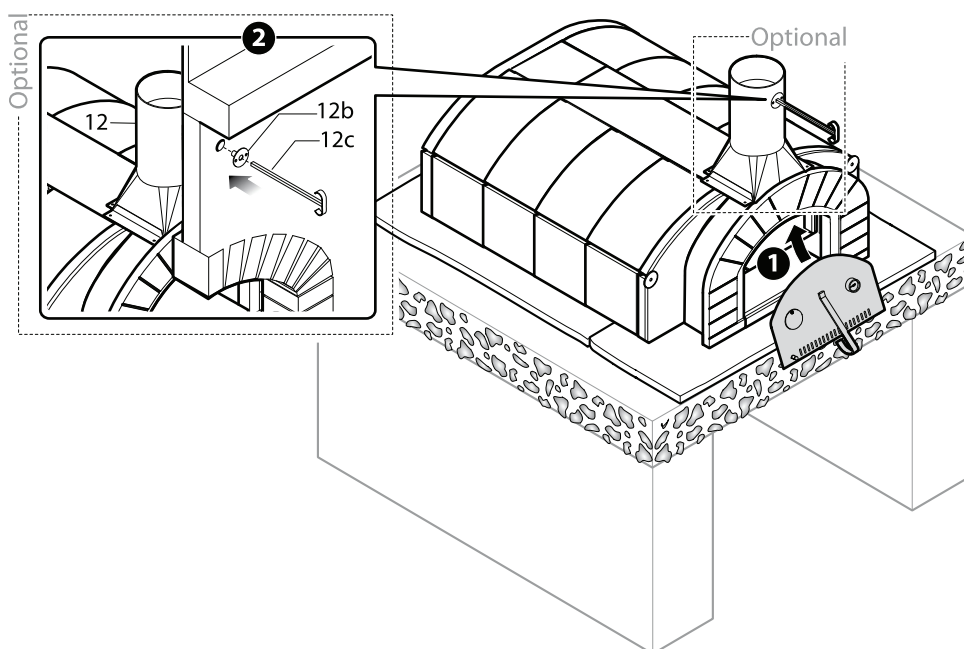

Fig 2.16
F) Completare l'installazione posizionando la portina (11) (fig. 2.16 part. 1).
OPTIONAL: inserire la maniglia del registro fumi (12b-12c) dopo aver creato il rivestimento (fig. 2.16 part. 2).